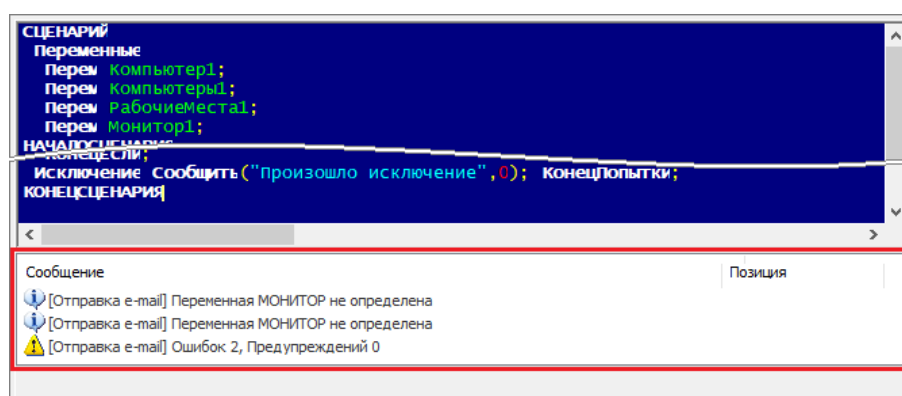

Рисунок 6-605 Результаты проверки корректности программного кода сценария управления в области сообщений об ошибках
- если в сценарии управления есть ошибки, в области сообщений об ошибках появится соответствующая информация (см. Рисунок 6-605), при этом предупреждения могут считаться ошибками, если в редакторе сценариев установлен флаг для признака «Считать предупреждения ошибками» (см. п. 6.3.5.1.2.3.3);